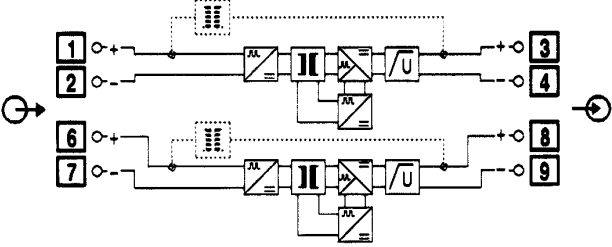

Fig. 8. Exemple d'une plaquette signalétique.
- ... que les caractéristiques techniques des circuits à séparer correspondent aux caractéristiques mentionnées sur la plaquette signalétique des SINEAX SI 815-1 (→ signaux d'entrée et → signaux de sortie, voir Fig. 8)!